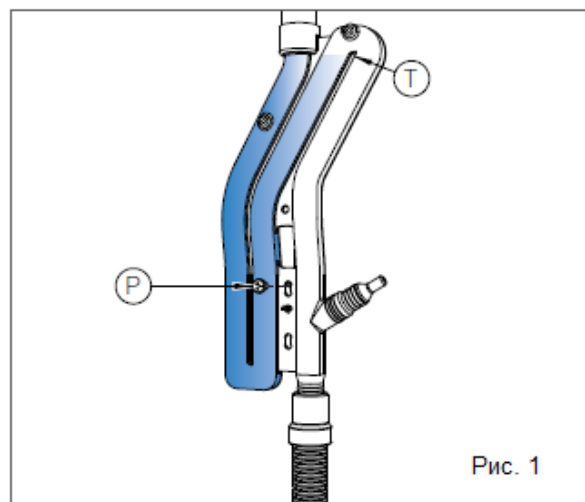

Рис. 1
- > Отверните винт Р (рис. 1), выньте сифон и заполните его водой до верхней отметки Т (рис. 1).